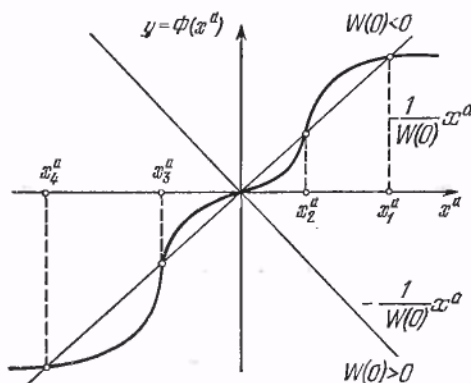

Рис. 1.
Для определения состояний равновесия воспользуемся уравнением (20). Проведем на графике нелинейной характеристики  $y = \Phi(x^a)$  прямую  $y = -\frac{1}{W(0)} x^a$  (рис. 1). Абсциссы точек их пересечения определяют значения возможных состояний равновесия. Так, при  $W(0) > 0$  состояние равновесия системы единственное  $x^a \equiv 0$ , при  $W(0) < 0$  (что соответствует не отрицательной, а положительной обратной связи) в системе возможны также и состояния равновесия, отличные от нулевого.